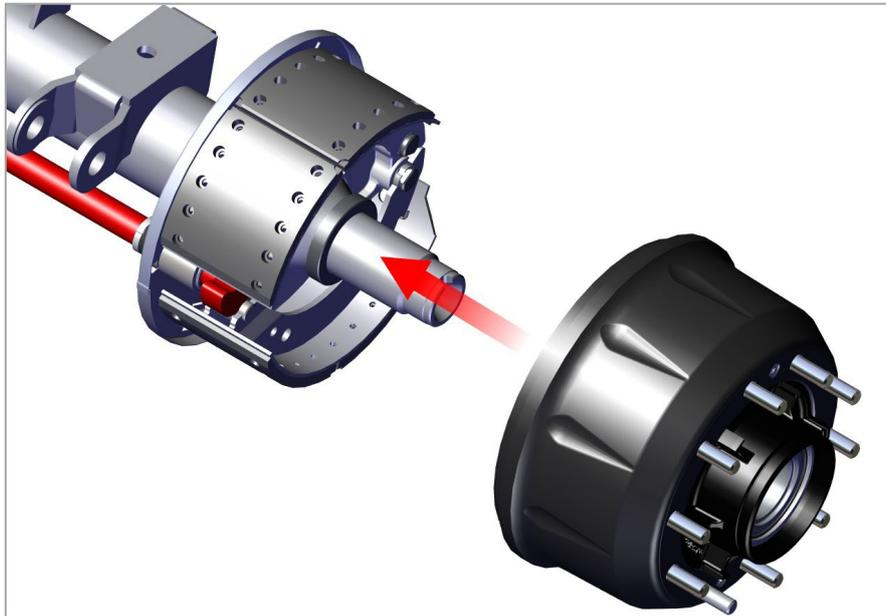

Рис. 8. Монтаж тормозного барабана
1) Если ступица и барабан были сняты с оси, то выполняйте монтаж компонентов в порядке, обратном порядку снятия (рис. 8).